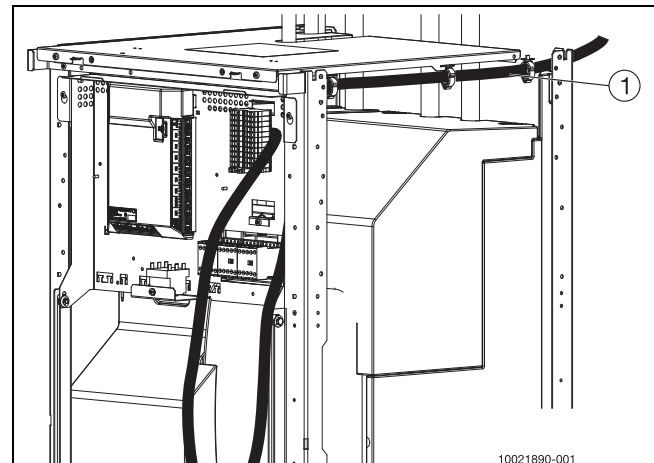

Bild 16
- ▶ Kabel entsprechend Schaltplan anschließen (Abb. 16).